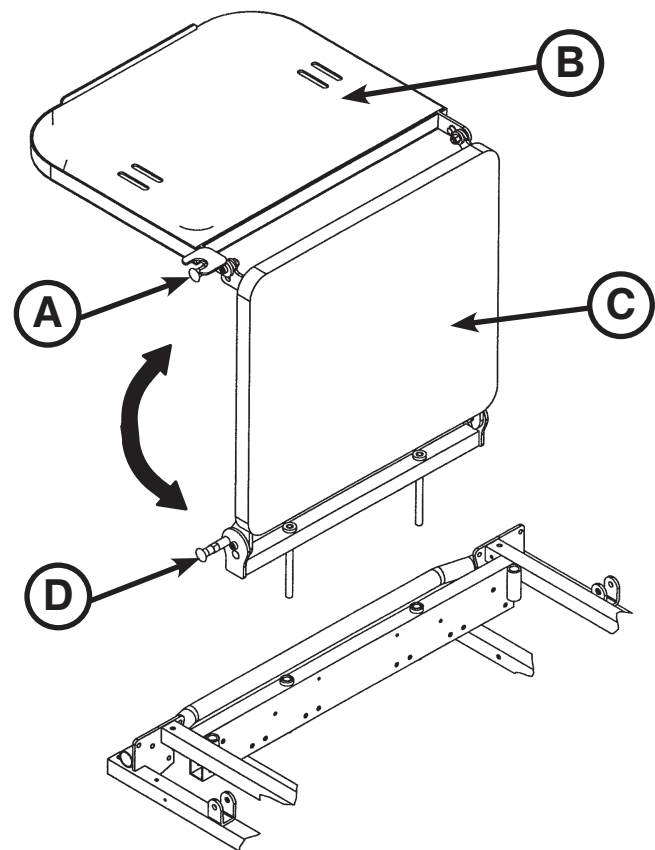

Figura 9.2: Extensión para pies/
Para utilizar como bandeja para desfibrilador, tire hacia fuera del pomo superior (A) y gire la bandeja (B) sobre la extensión para pies (C) hasta que la bandeja quede extendida en posición horizontal sobre el extremo de los pies de la camilla, como se muestra en la Figura 9.2.
Para utilizar como extensión para pies, tire hacia fuera del pomo (A) y gire la bandeja para desfibrilador hacia atrás hasta que quede fijada contra la extensión para pies (C). Mientras sujeta el conjunto, tire hacia fuera del pomo inferior (D) y baje la extensión para pies hasta que quede en posición horizontal, como se muestra en la Figura 9.2.